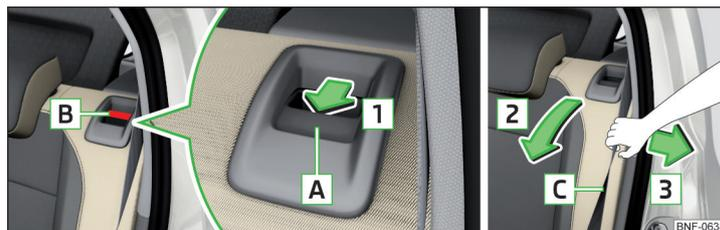

Abb. 50 Sitzlehne vorklappen / Gurt zur Seitenverkleidung ziehen
- Den Entriegelungsgriff **[A]** in Pfeilrichtung **[1]** drücken und die Sitzlehne in Pfeilrichtung **[2]** neigen » Abb. 50.
- › Den Sicherheitsgurt [C] zur Seitenverkleidung in Pfeilrichtung [3] ziehen » Abb. 50.